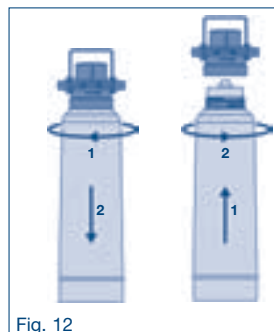

Fig. 12
2. Ruotare la cartuccia filtrante in senso orario dal coperchio del filtro (vedi Fig. 12).
4. Installare una nuova cartuccia filtrante come descritto nel capitolo 6.8 (vedi Fig. 12).